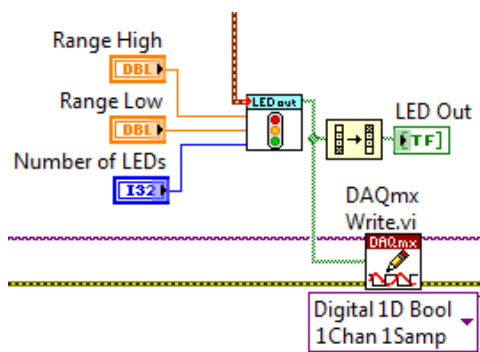

Figura 41. Use o array 1D reverso para trocar a ordem na qual o array booleano é exibido.
29. Coloque o VI entre o subVI LED Out e o indicador LED Out e conecte-o como na figura 41.